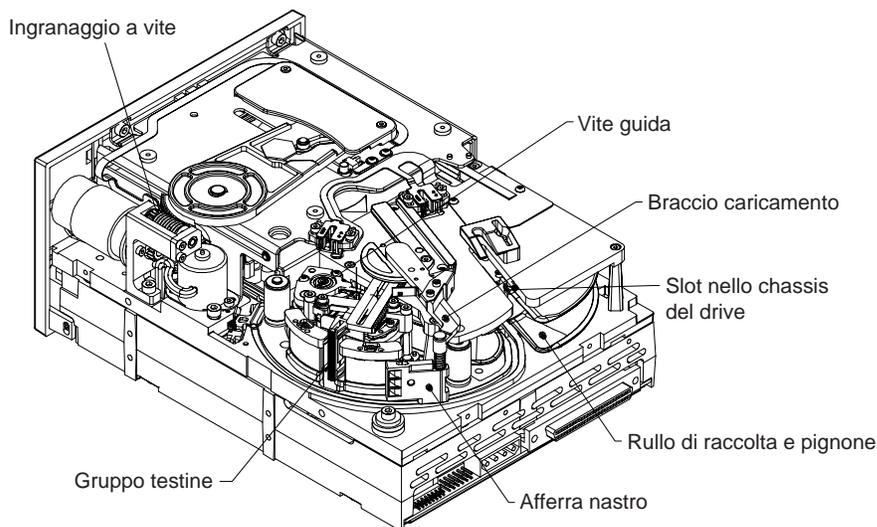

Figura 18. Diagramma del Viper 200 coi componenti da usare per rimuovere manualmente una cartuccia (nel drive non c'è cartuccia)
Se la cartuccia è caricata e a posto e il nastro risulta completamente o parzialmente riavvolto seguire queste istruzioni. Serviranno un piccolo cacciavite a lama piatta e una chiave a brugola da 1,5 mm. Nella Figura 18 sono visibili i principali elementi del meccanismo riportati più sotto.
6. Ruotare il pignone per allinearne lo slot con quello sullo chassis del drive (vedi Figura 18).